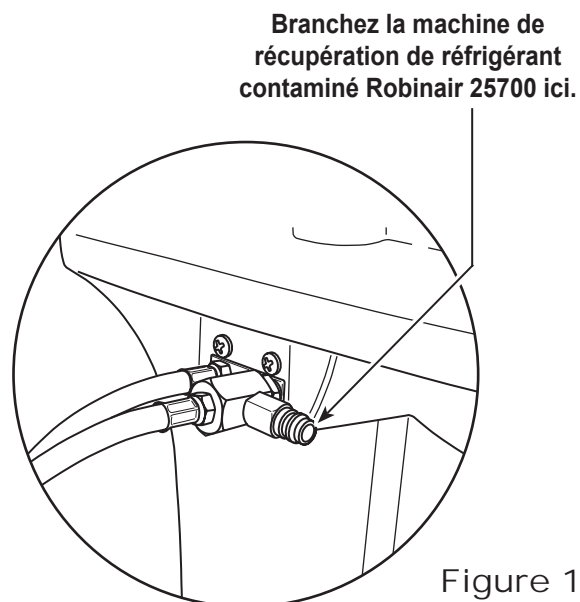

Figure 18
1. Machine toujours raccordée au véhicule et coupleurs ouverts, branchez le coupleur côté basse pression (bleu) de la machine 25700 à l'orifice de récupération du réfrigérant contaminé à l'arrière de la machine. Voir Figure 18. Ouvrez les vannes de couplage.